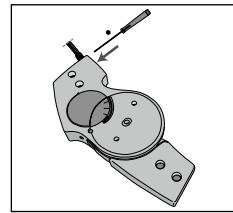

Fig. 8
7. Allentate la vite di sicurezza del punto conico sul lato del giunto, bastano due giri (**vedere Fig. 8**). Non rimuovete la vite dal giunto.
18. Serrare la vite di sicurezza del punto conico nel giunto (**vedere Fig. 8**).